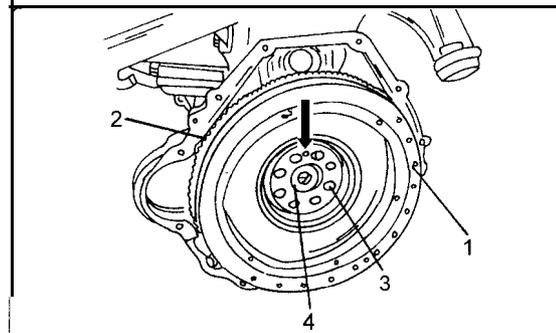
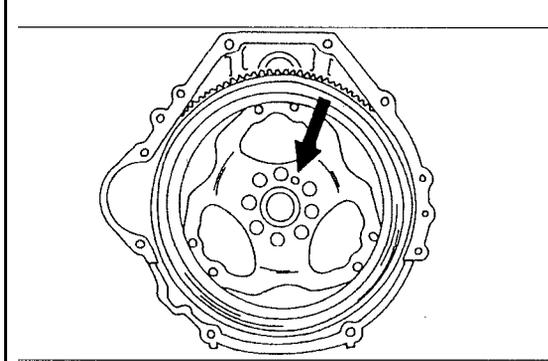

Bild 144
Bild 147
● Schwungrad oder Antriebsscheibe in geeigneter Weise gegenhalten, indem man eine Schraube in ein Flanschloch des Zylinderblocks und einen kräftigen Schraubendreher in die Zähne des Zahnkranzes einsetzt. Das Schwungrad in dieser Weise gegenhalten und die acht Schrauben der Reihe nach lösen. Dabei wird man feststellen, dass zwischen zwei der Schrauben ein Loch in das Schwungrad eingebohrt ist. Dieses Loch liegt in Flucht mit einem ähnlichen Loch im Kurbelwellenflansch und beim Einbau des Schwungrades oder der Antriebsscheibe müssen sich beide Löcher wieder decken. Bild 144 zeigt die Lage des Loches beim Schwungrad. Bei der Antriebsscheibe ist ein ähnliches Loch vorhanden.
- Schwungrad oder Antriebsscheibe am Kurbelwellenflansch ansetzen und verdrehen, bis die beiden Fluchtlöcher in eine Linie kommen. Beim Schwungrad Bild 144 anschauen, bei der Antriebsscheibe ist die Lage des Loches in Bild 147 gezeigt. Bei der Antriebsscheibe je eine Distanzscheibe vor und hinter der Scheibe einlegen.